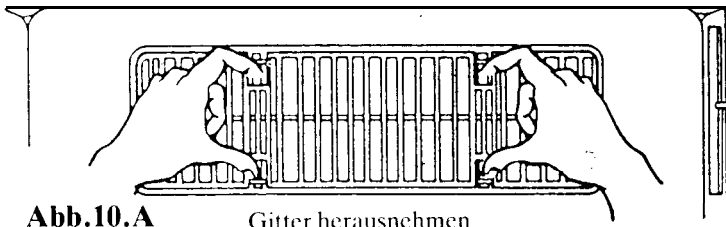

Abb.10.A Gitter herausnehmen
- A. Nehmen Sie die zwei Umluftgitter und die Filter heraus. (Abb. 10.A)
- B. Schieben Sie die Vorderseite des Kastens über die Betätigungsachsen für Thermostat und Wahlschalter (Abb. 10.B).